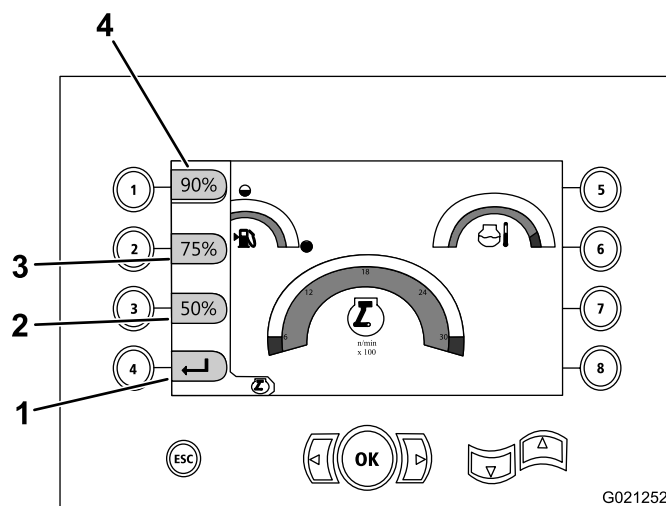

**Figure 19**
- Appuyez sur le bouton 1 pour activer le régime moteur (tr/min) à 90 %, comme montré à la Figure 19.
- Appuyez sur le bouton 2 pour activer le régime moteur (tr/min) à 75 %, comme montré à la Figure 19.
- Appuyez sur le bouton 3 pour activer le régime moteur (tr/min) à 50 %, comme montré à la Figure 19.
- Appuyez sur le bouton 4 pour retourner à l'écran principal (Figure 19).